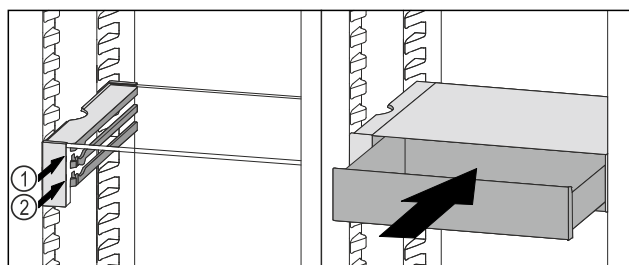

Fig. 114
- ▶ 将 VarioSafe 抽屉放置在所需肋梁 Fig. 114 (1) 或 Fig. 114 (2) 上的止挡器后面。